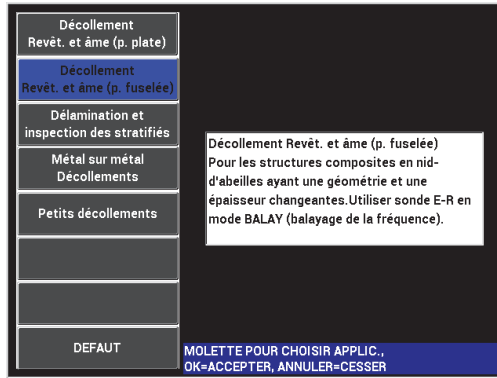

Figure 6-56 Application Décoll. Revêt. et âme (p. fuselée)
3. Sélectionnez l'application **Décoll. Revêt. et âme (p. fuselée)**, et puis appuyez sur  pour accepter (voir la Figure 6-56 à la page 177).